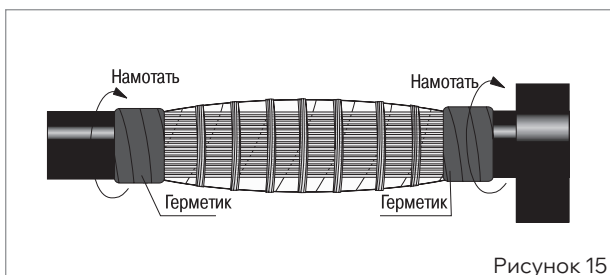

Рисунок 15
■ Обезжирить наружную оболочку кабелей и намотать 2–3 витка ленты герметика на корешки разделки (рис. 15).